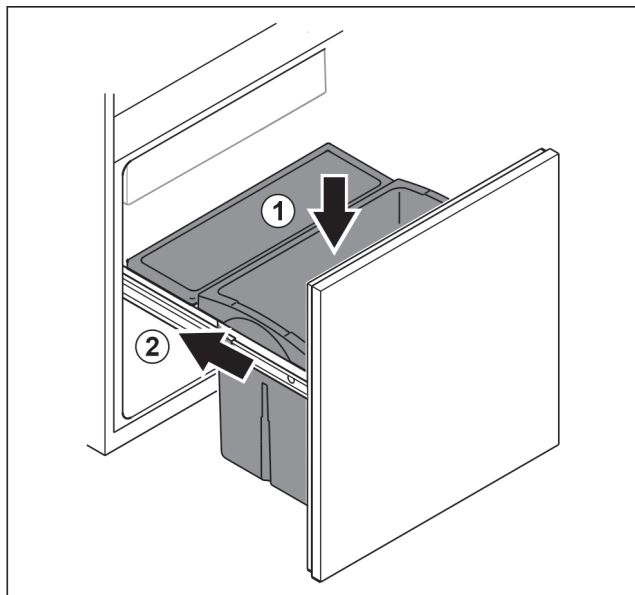

Fig. 161
- Inserire il cassetto dall'alto. Fig. 161 (1)
- Inserire il carrello spingendolo. Fig. 161 (2)